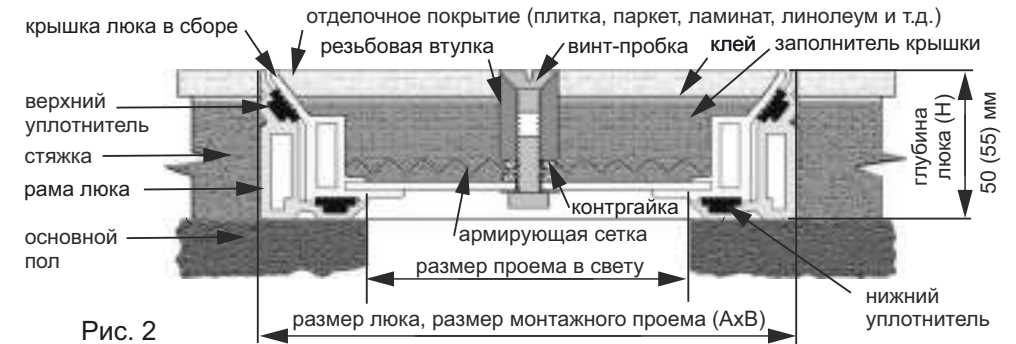

Рис. 2
1. Установите раму люка в проем в полу так, чтобы кромка рамы была расположена на одном уровне с поверхностью напольного покрытия, Рис. 2.